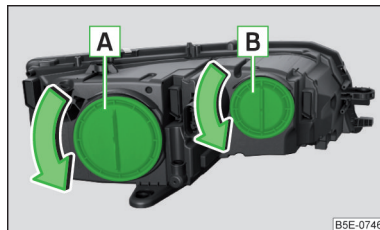

Fig. 356
Orden de bombillas » fig. 356
- Girar la tapa de protección A » fig. 356 de la pág. 319 en el sentido de la flecha.
- Colocar la tapa de protección A » fig. 356 de la pág. 319 y girarla contra el sentido de la flecha.
- Girar la tapa de protección **B** » fig. 356 de la pág. 319 en el sentido de la flecha.
- Colocar la tapa de protección **B** » fig. 356 de la pág. 319 y girarla contra el sentido de la flecha.